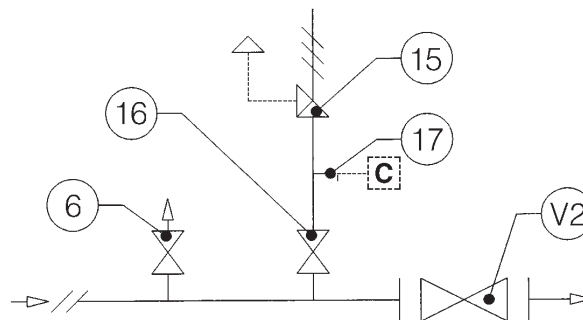

Fig. 8
**3.1.2 INSTALLAZIONE CON VALVOLA DI INTERCETTAZIONE (Fig. 8)**
**3.1.2 INSTALLATION WITH ON/OFF VALVE (Fig. 8)**
**3.1.2 INSTALLATION MIT ABSPERRORGAN (Fig. 8)**
**3.1.2 INSTALLATION AVEC VANNE DE SECTIONNEMENT (Fig. 8)**
**3.1.2 INSTALACIÓN CON LLAVE DE PASO (Fig. 8)**
**3.1.2 INSTALAÇÃO COM VÁLVULA DE CORTE (Fig. 8)**